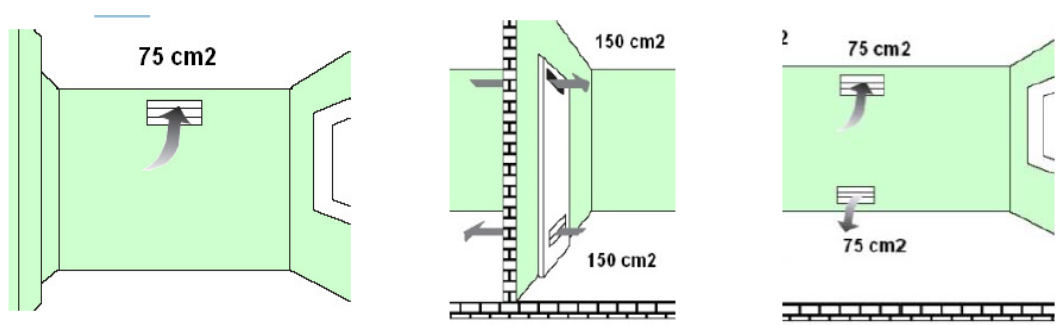

Рис. 1
- Вентиляционная решетка должна находиться близко к кухонному полу и выходить наружу, ее минимальная площадь должна равняться 75 см2. ( рис. 1)